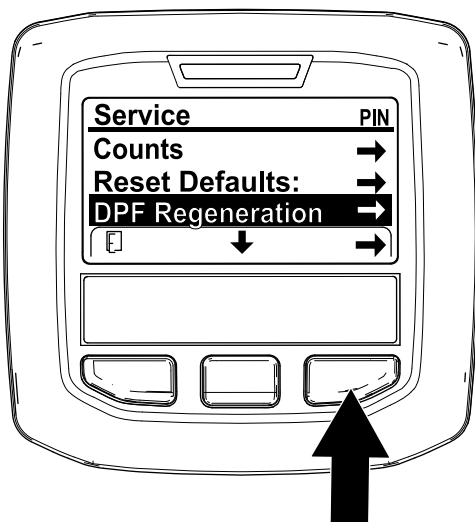

Bild 34
1. Navigieren Sie auf das Menü „Service“ und drücken Sie die mittlere Taste, um auf die Option DPF REGENERATION zu navigieren (Bild 34).
2. Drücken Sie die rechte Taste, um den Eintrag „DPF Regeneration“ auszuwählen (Bild 34).